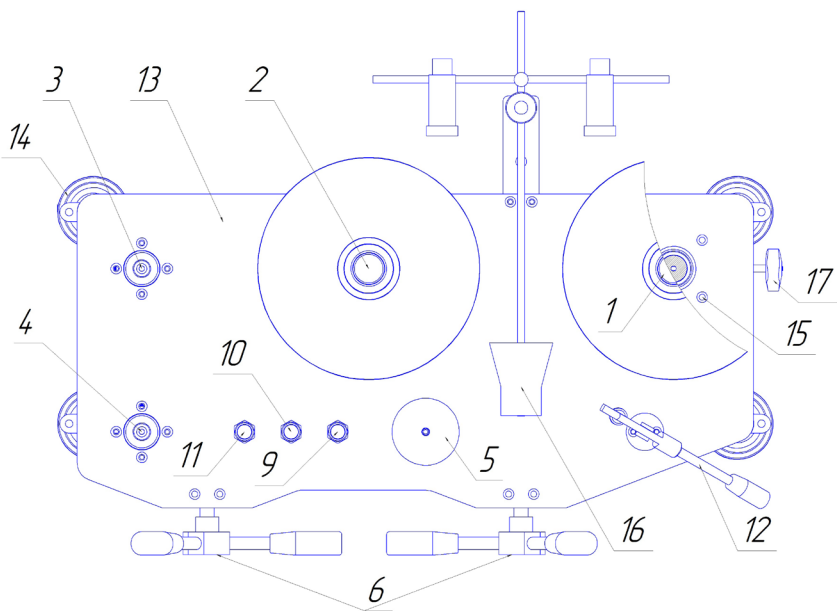
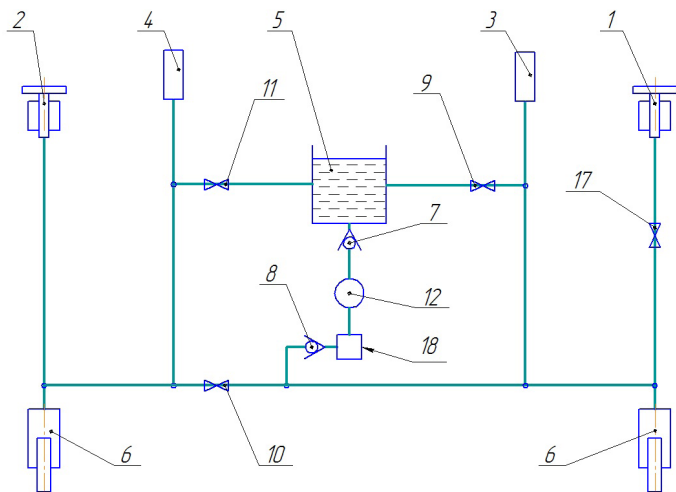

Рис. 1. Манометр грузопоршневой дифференциальный
Рис.2.
4.2 Манометр грузопоршневой дифференциальный функционально состоит из четырех частей: устройства для создания давления, двух поршневых систем, двух комплектов грузов и статоскопа. Основание 13 (Рис. 1) манометра грузопоршневого дифференциального выполнено в виде стальной плиты снабжённой четырьмя регулируемыми опорами 14. Прессы 6 представляют собой объёмные регуляторы для точного задания и подстройки давления. Ручной насос выполнен в виде отдельного узла 12, и состоит из рычажного прессы, соединенного с клапанами 7,8 (Рис. 2). Для повышения надежности работы, а также для предотвращения повреждения устройства, в гидравлическую схему включен фильтр тонкой очистки 18. На основании 13 (Рис. 1) расположен стакан 5 для рабочей жидкости. ИПС 1 устанавливается на правую стойку (стойка для ИПС), БПС 2 на левую стойку, поверяемый (калибруемый) СИ устанавливается непосредственно на стойки 3 и 4 при помощи присоединительных гаек. Для регулировки вертикального положения ИПС
4.5 Манометр грузопоршневой дифференциальный работает следующим образом. С помощью ручного насоса 12 (Рис. 1) рабочая жидкость перекачивается из стакана 5 в основной блок, прессы 6, в стойки ИПС 1, БПС 2, 3 и 4, с установленным средством измерения. Ручной насос 12 необходим для предварительного сжатия воздуха, находящегося в присоединенном СИ с целью уменьшения его объема, и для прокачивания системы. Величина создания давления ручным насосом зависит от установленного СИ и не должна превышать 3 МПа. Далее, с помощью вращения одного из штурвалов прессы 6 по часовой стрелке, плавно создается необходимое давление до всплытия одной из поршневых систем (ИПС или БПС). Далее уравниваются ИПС и БПС при помощи разновесов. После уравнивания поршневых систем связь между ними прерывают, закрытием отсечного вентиля 10 (Рис. 1 и 2) и на ИПС 1 накладывают нагрузку, соответствующую воспроизводимой (измеряемой) разности давления. С помощью прессы 6 поршневые системы вновь уравнивают. На поверяемые СИ, подключенного к стойкам 3 и 4, подалось давление, равное разности давлений, созданных двумя поршневыми системами ИПС и БПС. Равновесное положение поршневых систем определяется с помощью статоскопа. Для уменьшения давления необходимо вращать штурвал прессы 6 в обратную сторону. Для сброса оставшегося давления, предусмотрены запорные вентили 9 и 11 сброса давления.
6.12 Перекройте вентили сброса давления 11 и 9 (Рис. 1). Вентиль 10 оставьте открытым.
6.18 Положите уровень на грузоприемное устройство ИПС и отрегулируйте ее вертикальное положение регулировочными винтами 15 (Рис. 1).
7.4 Установите прессы 6 (Рис. 1) в среднее положение.